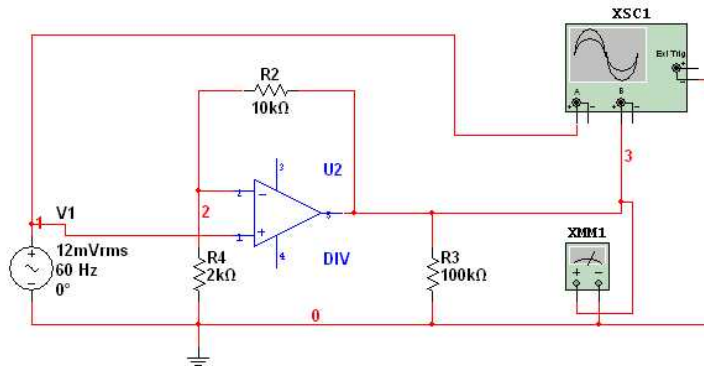

Рис. 39. Схема для исследования инвертирующего усилителя на ОУ.
8. Собрать схему неинвертирующего усилителя, изображенную на рис.39.